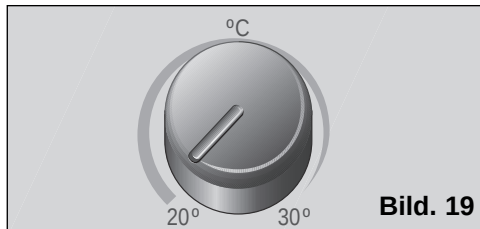

Bild. 19
- ☐ Ställ termostaten på önskad temperatur, **Bild 19**. Om apparaten stängs av automatiskt, tack vare att termostaten har reagerat på att vald temperatur har uppnåtts i rummet, lokalen stiga 2-3°C innan den, automatiskt, sätts igång igen.